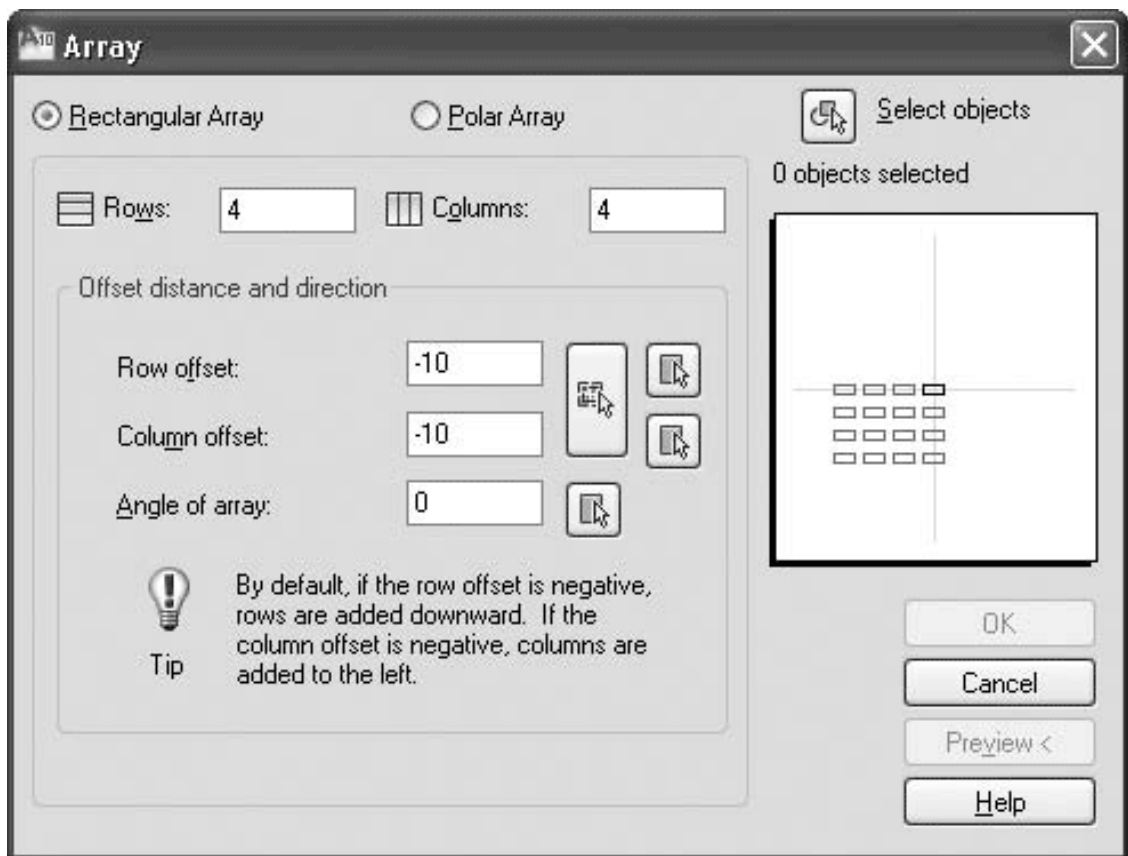

Рис. 6.6. Указание смещения столбцов и строк
- Поля **Row offset** (Смещение между строками) и **Column offset** (Смещение между столбцами) служат для изменения расстояния между строками и столбцами. При положительном значении параметра **Row offset** (Смещение между строками) строки создаются в положительном направлении оси *Y* (вверх), при отрицательном – в обратном направлении. Отрицательное значение в поле **Column offset** (Смещение между столбцами) означает, что столбцы будут создаваться слева. Обратите внимание на значения этих параметров и изображение в области предварительного просмотра на рис. 6.6.